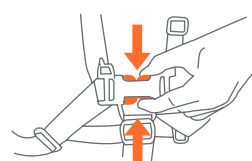

Fig. 17
- 17)** • Pour libérer la ceinture, appliquer une pression aux deux côtés de chaque boucle male jusqu'à ce que la boucle soit libéré (Fig. 17).